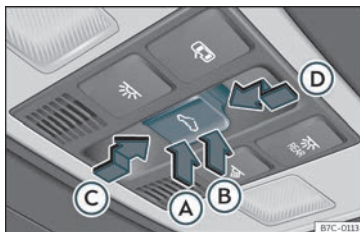

Fig. 85 En el revestiment interior del sostre: tecla del sostre de vidre.
La tecla <>>> fig. 85 té dos nivells. En el primer nivell es pot situar el sostre en la posició deflectora, obrir o tancar totalment o parcialment.
- *Sostre de vidre*: abans que passin 5 segons aproximadament des de l'activació de la funció antiatrapament, premeu la tecla **↵** >>> **fig. 85** fins al segon nivell en el sentit de la fletxa >>> **fig. 85** **Ⓢ** fins que el sostre es tanqui completament.